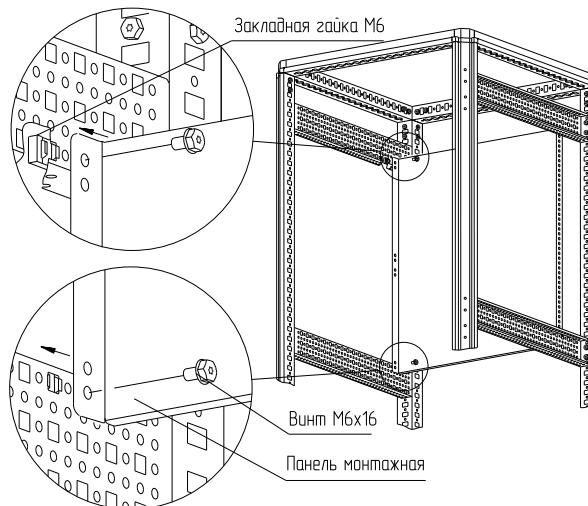

Рисунок 16
- вариант 2. Набором «закладная гайка М6 – винт М6×16 – шайба 6.4». Для этого предварительно установите закладные гайки в квадратные отверстия реек монтажных и закрепите панель монтажную винтами М6×16 с шайбами 6.4 (рисунок 16). Момент затяжки – 7 Н·м. Набор крепежа приобретается отдельно.